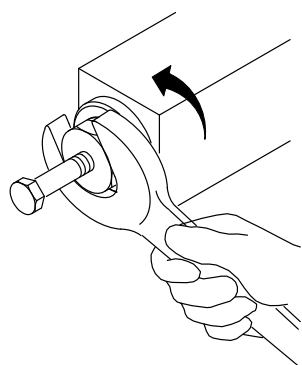

Fig. 5-7
3. Desenrosque o cartucho filtrante no sentido contrário ao dos ponteiros do relógio utilizando uma chave de bocas ou uma chave de luneta (Fig. 5-7).